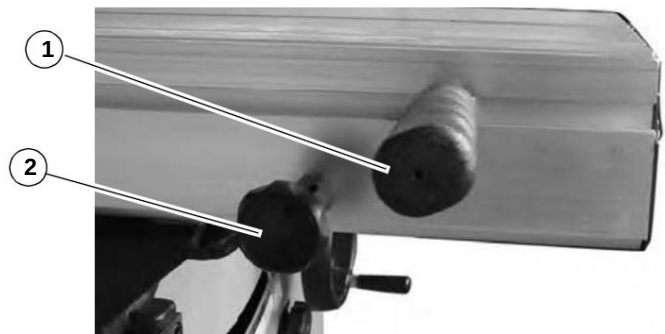

Bild 5-4: Montering av glidfästet och låsstiftet
• Skjut in T-muttern M12x1,75 i skjutväggen och skruva fast skjutfästet (pos. 1, bild 5-4) med en 17 mm nyckel.
• Sätt i stjärnlåsstiftet (pos. 2, bild 5-4) i skjutväggen och fäst sexkantsmuttern M10 på motsatt sida.